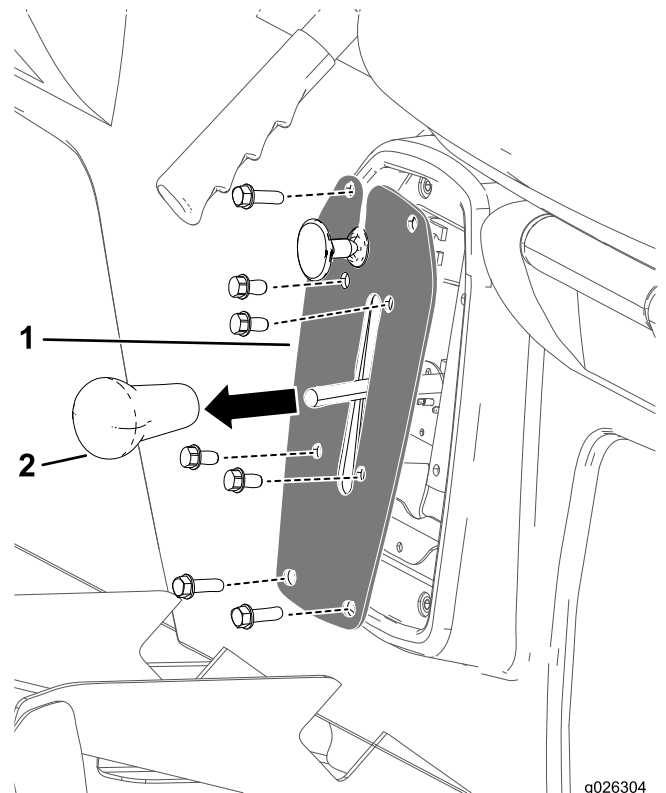

Figure 40
1. Retirez le pommeau du levier sélecteur (Figure 40).
2. Retirez les 4 boulons qui fixent la plaque de sélection à son support (Figure 40).
3. Retirez les 4 boulons qui fixent la plaque de sélection sur la base des sièges et déposez la plaque de sélection (Figure 40).
4. Revissez le pommeau sur le levier sélecteur et serrez-le à la main (Figure 40).